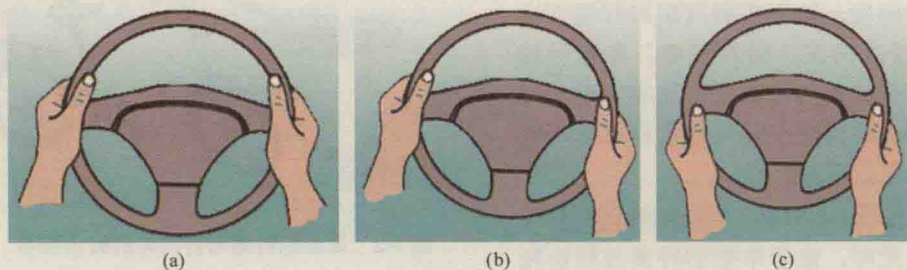

图1-4 手握转向盘的位置
(2) 转向盘的操纵
① 手的握法 四指由外向里握住轮缘，拇指向上自然伸直，并靠拢轮缘。
② 手的位置 各种车辆由于转向盘的直径大小和倾角不同，因此，转向盘的握法也有所区别。轿车转向盘平面趋于竖直，基本握法如图1-4(a)所示，左手握在9~10时的位置，右手握在2~3时的位置。大型汽车转向盘平面趋于水平，基本握法如图1-4(c)所示，左手握在8~9时的位置，右手握在3~4时的位置。轻型和中型汽车转向
盘的倾角处于以上两者之间，基本握法如图1-4（b）所示，左手握在9～10时的位置，右手握在3～4时的位置。